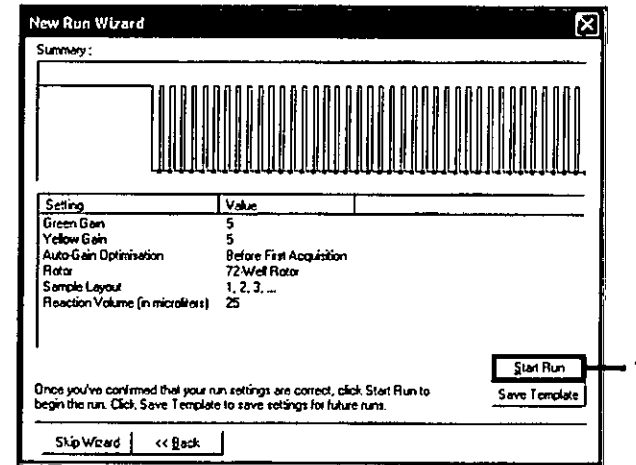

Ilustración 36. Cuadro de diálogo "New Run Wizard" (Asistente para series nuevas) y pantalla de resumen (1 = Botón "Start Run" [Iniciar la serie])
- Compruebe el resumen y haga clic en "Start Run" (Iniciar la serie) para guardar el archivo de análisis y comenzar la serie (ilustración 36).